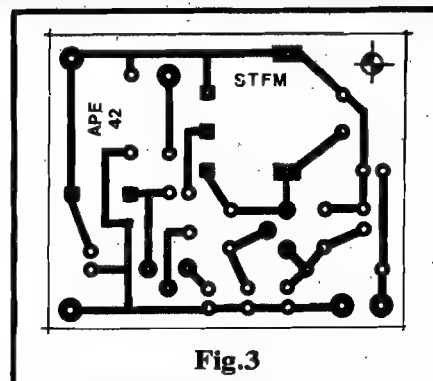

Fig.3
- Tanto o terminal central (B) quanto os extremos (A-C) devem ter suas extremidades raspadas, eliminando-se por cerca de 5 mm o esmalte isolador que normalmente reveste o fio... Se isso não for feito, a soldagem não poderá ser feita (e mesmo que seja possível, a conexão ficará eletricamente prejudicada...).
- FIG. 3 - O LAY OUT DO CIRCUITO IMPRESSO ESPECÍFICO - Munido do necessário material (placa virgem na dimensão indicada, de fenolite cobreado, decalques ou tinta ácido-resistentes, e o percloreto de ferro para a corrosão...) o Leitor/Hobbysta poderá fazer a plaquinha em casa, com "uma mão amarrada às costas", de tão simples e fácil! O padrão cobreado encontra-se, na figura, em tamanho natural (escala 1:1), com o que pode ser "carbonado" diretamente, sem problemas. Terminada a corrosão, e após uma cuidadosa limpeza, tudo deverá ser conferido, na busca (e no saneamento) de eventuais defeitos, "curtos", falhas, etc. É fácil corrigir-se qualquer imperfeição antes de se começar a colocar e soldar os componentes... A furação das ilhas deve ser feita com broca bem fininha... Observar, especialmente, as ilhas destinadas à ligação dos terminais do trimmer, que são mais avantajadas, em formato retangular... Dependendo das exatas formas dos terminais do trimmer obtido, poderá ser necessário um certo alargamento nos respectivos furos de inserção e ligação... Esse alargamento é fácil de ser feito, sim-